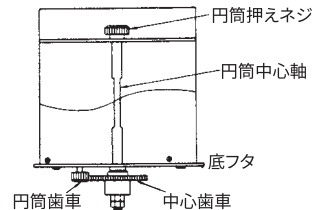

図8. 円筒の取り付け
- ③円筒時計を芯棒に取り付けます。その際、図8のように円筒歯車と中心歯車が正しくかみ合っているか確認してください。